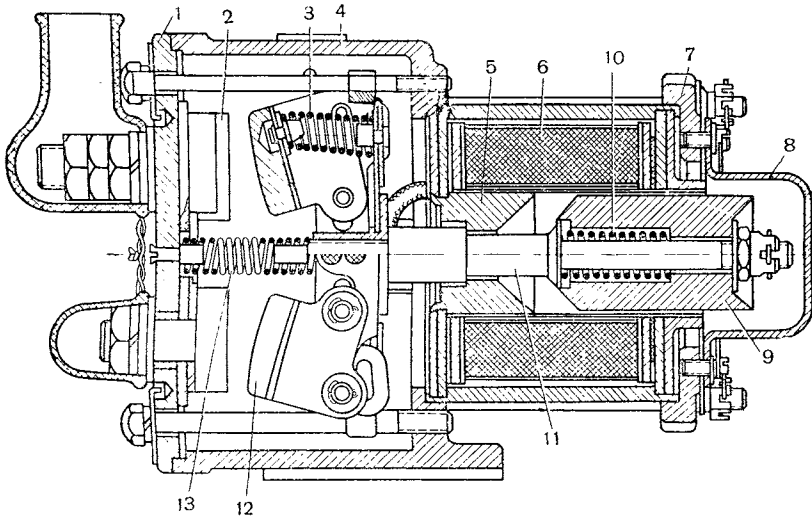

Рис. 215. Пусковое реле РС-400:
**Пусковое реле РС-400** (рис. 215) служит для включения и выключения стартера. Оно состоит из корпуса 4 и стопы 5, на которой надета катушка с шунтовой и серийной обмотками. Внутри катушки помещен стальной якорь 9, в котором укреплен шток 11. Между заплечиками штока и якоря помещена буферная пружина 10. На осях штока укреплены подвижные контакты 12. Против подвижных контактов на крышке реле расположены неподвижные контакты 2.